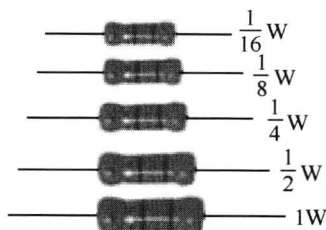

图 1-2 不同额定功率的电阻器 (1 : 1)
式中， P 为电阻器消耗的功率 (W)； I 为通过电阻器的电流 (A)； U 为电阻器两端的电压 (V)，常用的电阻器功率标称值有 1/16W、1/8W、1/4W、1/2W、1W、2W、5W、10W、15W、25W 等，功率大小与电阻器体积大小密切相关。几种不同额定功率的电阻器对比如图 1-2 所示。